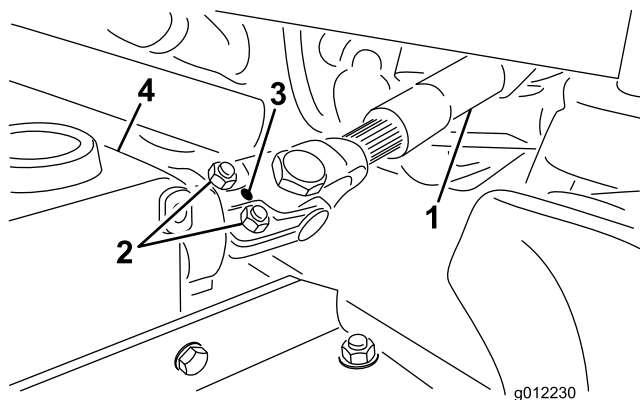

Figure 5
- Insérez l'arbre de PDF mâle dans l'arbre de PDF femelle (Figure 5). Placez les trous de montage de l'arbre d'entrée du réducteur en face des trous de l'arbre de PDF, et réunissez-les.
- Fixez-les ensemble avec une goupille cylindrique (Figure 5).
- Serrez les boulons et écrous (Figure 5).